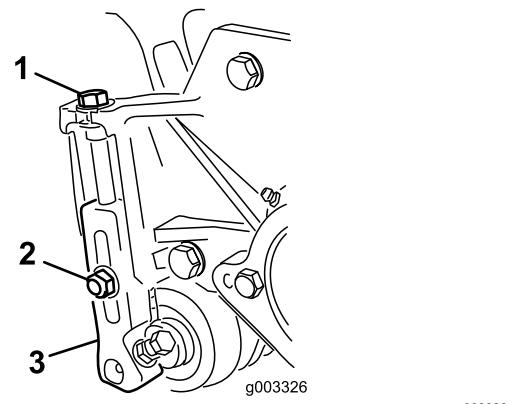

Рисунок 8
3. Ослабьте контргайки, которые крепят кронштейны высоты скишивания к боковым пластинам режущего блока (Рисунок 8).